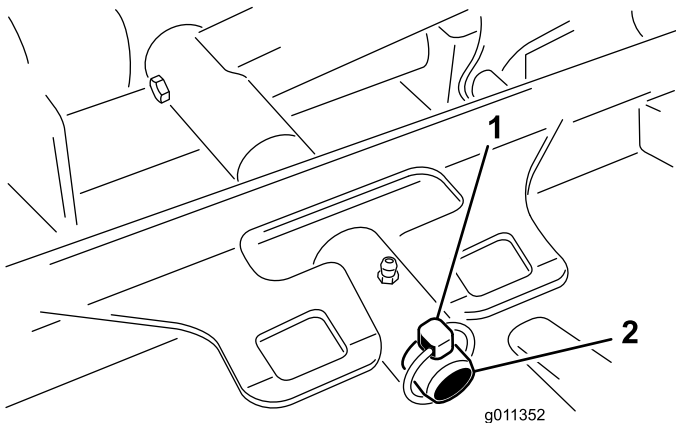

Figure 80
3. Retirez la goupille à anneau qui fixe le bâti porteur du tablier de coupe à l'axe de pivot du bras de levage (Figure 80).
3. Faites glisser le bâti porteur du tablier de coupe sur l'axe de pivot du bras de levage. Fixez-le avec la goupille à anneau (Figure 80).